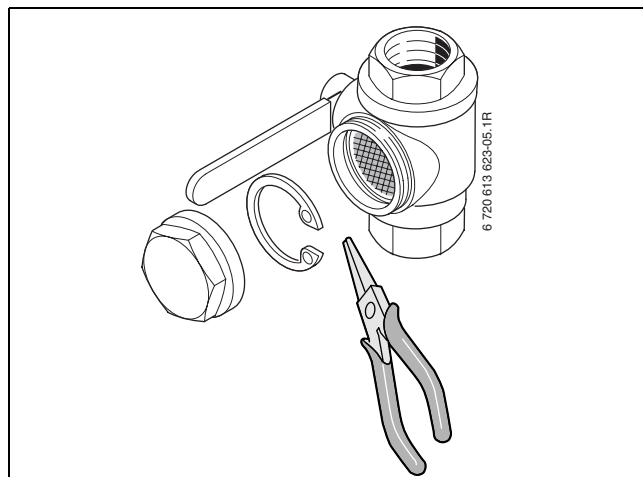

Bild 29
- Lossa låsringen som håller fast silen i ventilen. Använd den medföljande låsringstången (→ Bild 29).